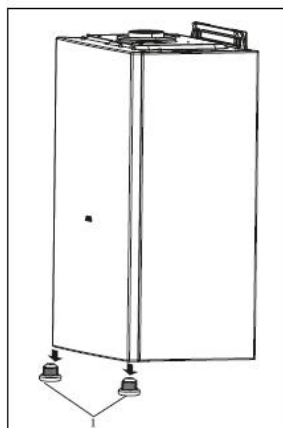

Рис. 13
- отвинтить 2 болта в нижней части панели управления (рис. 13);